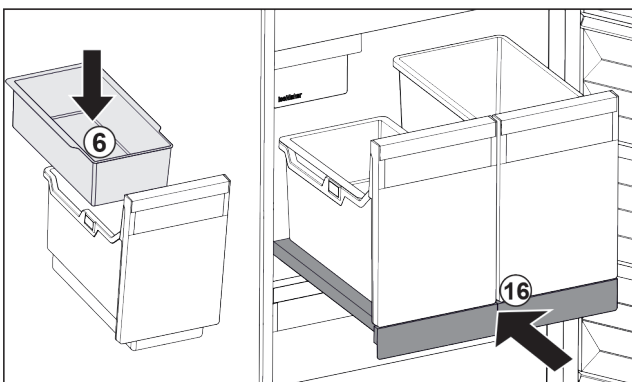

Fig. 146
- Einhängeschale Fig. 146 (6) für Eiswürfel einsetzen.
- Auszugsbord mit Behälter (IceTower) einschieben. Fig. 146 (16)